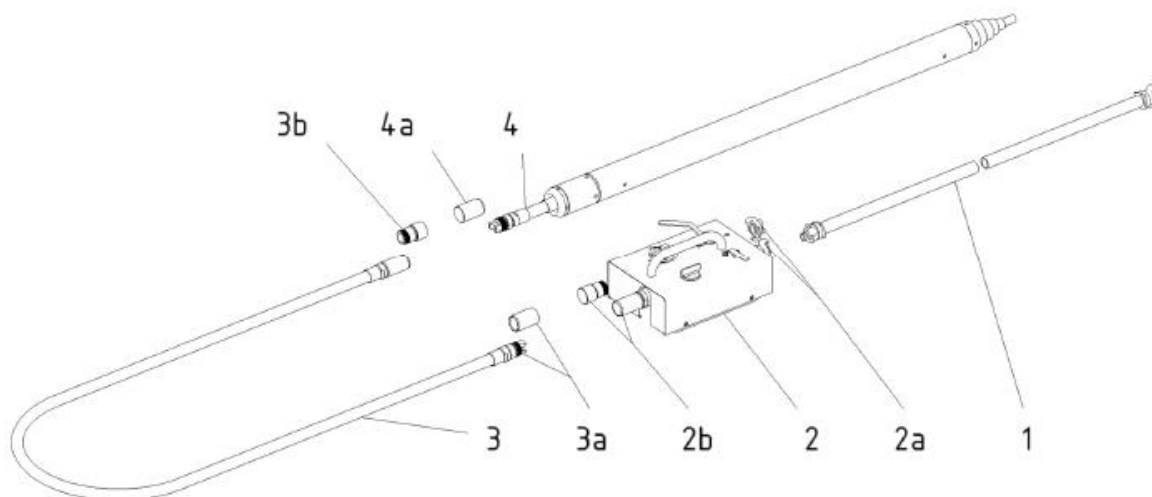

Figura 9.3.1.
Pentru a conecta furtunul de aer (Figura 9.3.1.), procedati dupa cum urmeaza:
- Conectati furtunul de aer (consultati figura 9.3.1 - Conectarea Furtunului de Aer).
- Parghia de sens (directie) de pe lubrifiant trebuie sa fie in pozitia Inainte (F).
- Printr-o miscare rapida, deschideti supapa alimentarii cu aer (2) de la lubrifiant in pozitia maxima, pentru a pune in functiune racheta MAX la putere maxima.